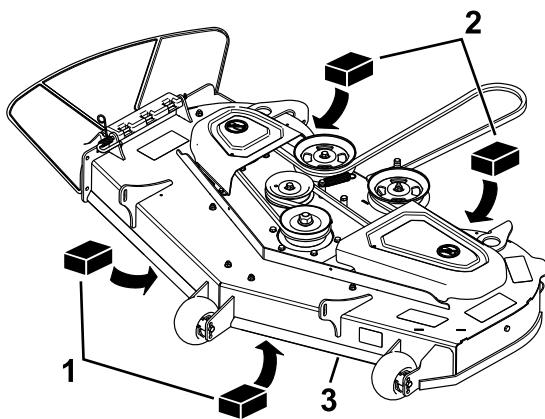

Figura 75
4. Coloque dos bloques de 6.6 cm (2 $\frac{5}{8}$ ") de grosor debajo de cada lado del borde delantero de la carcasa, pero no debajo de los soportes de los rodillos protectores del césped (Figura 75).
5. Coloque dos bloques de 7.3 cm (2 $\frac{7}{8}$ ") de grosor debajo del borde trasero del faldón de la carcasa de corte, uno en cada lado de la carcasa de corte (Figura 75).